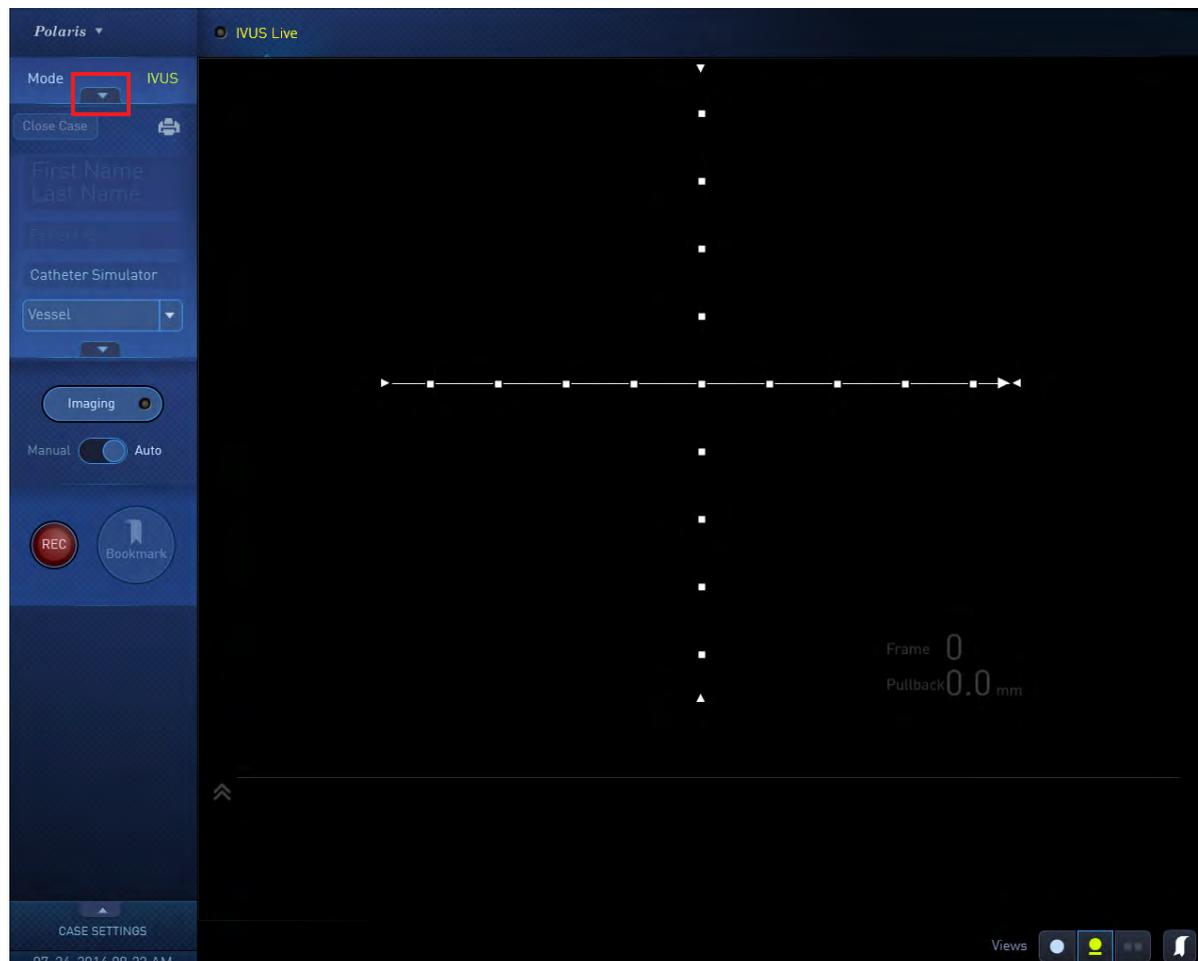

Figure 2-6 Affichage principal avec le volet Mode réduit
1. En haut à gauche de l'affichage principal, cliquer sur la flèche vers le bas pour développer le volet Mode. Voir la figure 2-6.